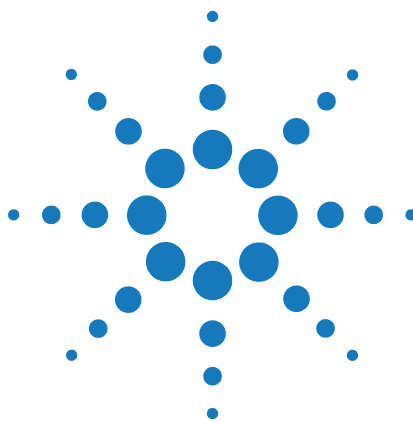

Figura 2 Remover a porta do forno
- 2 Abra a porta do forno e vire a alavanca da dobradiça superior para destravá-la. Consulte Figura 2.